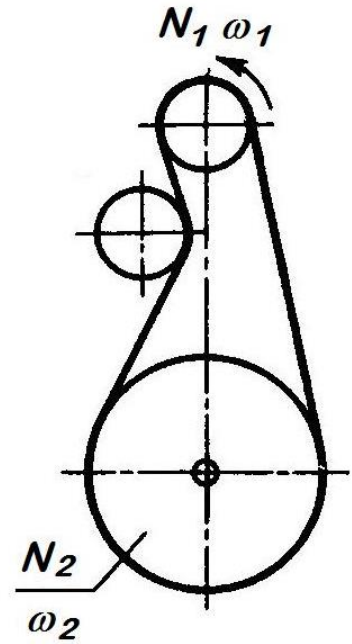

Рис. 30
2. Рассчитать плоскоремennую передачу с натяжным роликом (рис. 30). Мощность на ведущем шкиве  $N_1$ , его угловая скорость  $\omega_1$  и угловая скорость ведомого шкива  $\omega_2$  приведены в табл. 29. Режимом работы передачи задаться.